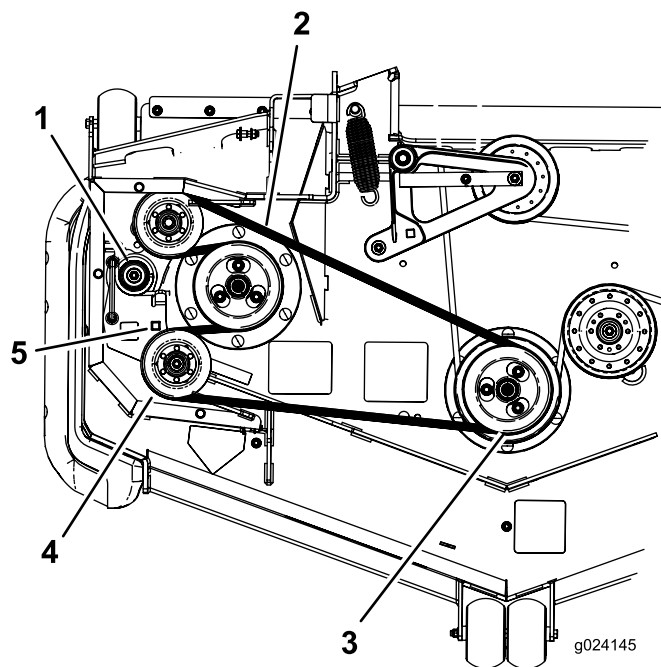

Figura 72
7. Inserite un cricchetto nel foro quadrato del braccio di rinvio per allentare la molla del tenditore (Figura 72).